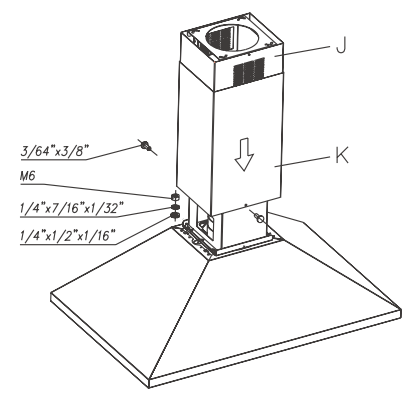

Fig. 5
• Introduire le tube K et le laisser levé (Fig. 5).
• Fixer la hotte à la structure télescopique au moyen des 4 écrous et des rondelles (Fig. 5).
• Baisser le tube K et le fixer à la hotte avec 2 vis (Fig. 5).
Fixer ensuite le support G à l'extrémité supérieure du mur, en veillant à l'aligner correctement par rapport au tube télescopique. Étirer la partie mobile du tube B jusqu'au support G et la fixer au support avec les deux vis latérales. (Fig. 5).